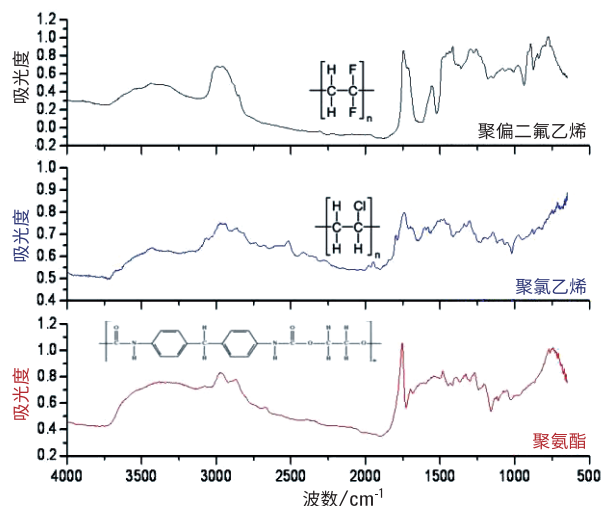

图 1. 聚偏二氟乙烯、聚氯乙烯和聚氨酯的漫反射 FTIR 谱图
对材料的镀膜进行鉴定是一项繁琐的工作，尤其是在样品外观相同的情况下。有时，必须对不同的材料进行实时鉴定。镀膜是可供鉴定材料中一个很好的示例，因为大多数镀膜、底漆和粘结材料都是由有机化合物制得。图 1 展示了使用配备漫反射采样探头的 Agilent 4100 ExoScan FTIR 测定聚氯乙烯 (PVC)、聚氨酯 (PU) 和聚偏二氟乙烯 (PVDF) 之间差异的示例。谱图显示这些材料很容易相互区分。